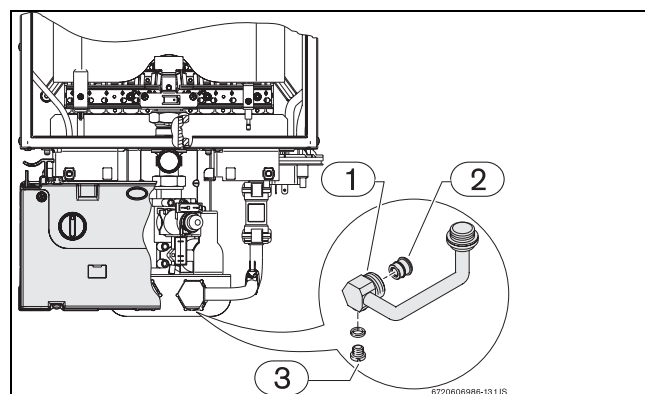

Fig. 14 Tornillo de purgación
- afloje el tornillo de purgación ($\rightarrow$ Fig. 14) situado en el tubo de entrada de agua.
- ▶ No debe instalarse el aparato en locales donde la temperatura ambiente pueda bajar de los 0 °C. Si existe riesgo de congelación, apague y vacíe el aparato (→Fig. 14).